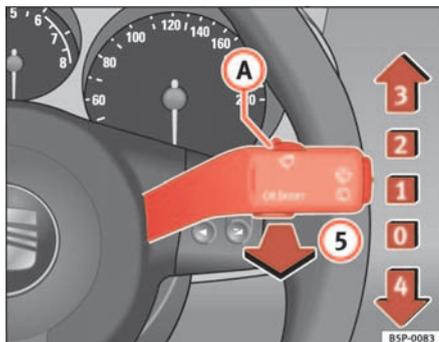

Abb. 85 Scheibenwischer- und Scheibenwischerhebel
Der Scheibenwischerhebel ⇒ Abb. 85 hat folgende Stellungen:
● Wenn bei eingeschalteter Wischerstufe ② ⇒ Seite 123, Abb. 85 oder ③ das Fahrzeug anhält, wird automatisch auf die nächste Stufe heruntergeschaltet. Fährt das Fahrzeug wieder an, wird erneut auf die eingestellte Wischerstufe hochgeschaltet.